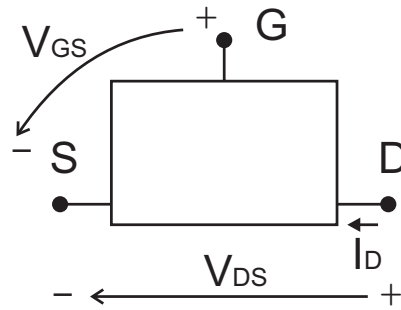

Figura 16:
**FUNDAMENTO TEÓRICO** Consideremos un dispositivo del que sólo conocemos que tiene tres terminales: G "puerta", D "drenador" y S "fuente". Aplicando diferencias de potencial entre sus terminales, en concreto  $V_{GS}$  y  $V_{DS}$  se observa una corriente que entra por el terminal de drenador y sale por el de fuente, con el mismo valor en ambos terminales, y que llamaremos  $I_D$  (Figura 16). Se puede observar también que la relación entre esta corriente y las dos tensiones anteriores vienen descritas por la siguiente función: